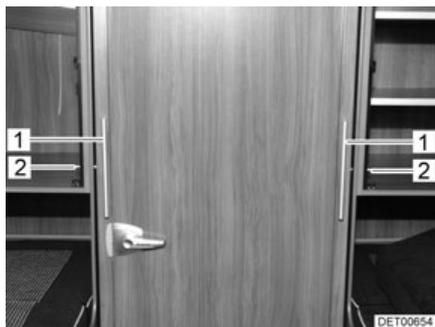
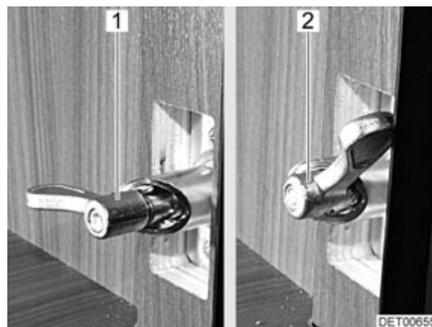

Fig. 243 Cuarto de aseo, introducido
Fig. 244 Bloqueo del cuarto de aseo
- Abrir las puertas del armario ropero de ambos lados del cuarto de aseo (Fig. 243).
- De ambos lados, girar el pestillo con muelle (Fig. 243,2) media vuelta. El ala de la palanca de bloqueo deberá encontrarse en la posición más alta del casquillo achaflando (Fig. 244,1).
- Extraer el cuarto de aseo tirando de los tiradores (Fig. 243,1) hasta el tope sin ladearlo.
- Girar el pestillo con muelle de cada lado media vuelta de regreso y dejar que engatille (Fig. 244,2).
- Introducir el cuarto de aseo tirando de los tiradores (Fig. 243,1) hasta el tope sin ladearlo.